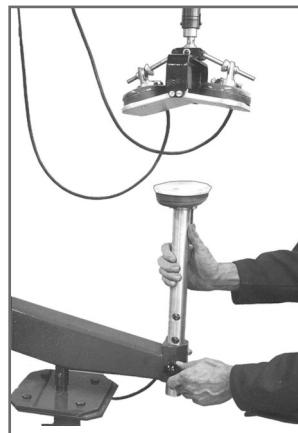

рис. 18
- Установить штангу в нижнюю установочную втулку и закрепить на ней нагреватель с накладкой и подушкой выравнивания давления. Штангу зафиксировать при помощи фиксирующего пальца (рис.18).